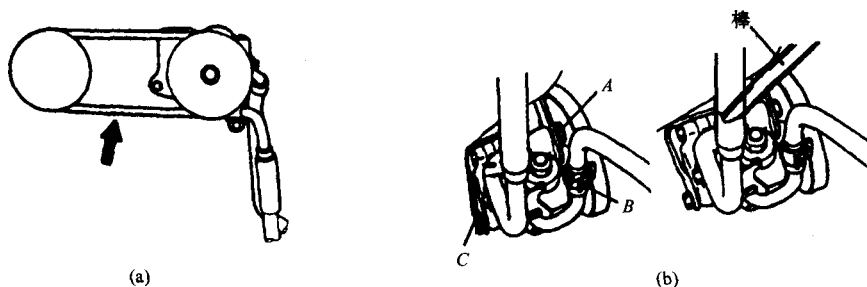

图7-8 V形皮带松紧度的检查
(1) 轻度转弯和急转弯, 检查向左、右转弯所用的转向力与转向盘返回中心有无明显差别。
(2) 以35 km/h的速度行车, 顺时针或逆时针转动转向盘90°, 然后松开转向盘1~2 s。若转向盘返回70°以上, 可视为良好。当突然转动转向盘时, 可能会有短暂的驾驶沉重感, 并非故障, 而是油泵空转期间输油压力过低。
9. V形皮带松紧度的检查(图7-8)